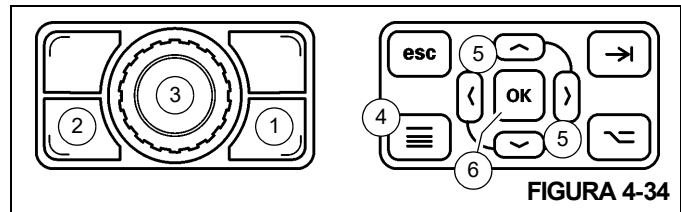

FIGURA 4-34
- Pressione o Botão de alternância de tela (1, Figura 4-34) no Botão rotativo para selecionar o controle de tela do ODM.
- Pressione o Botão Menu (4, Figura 4-34) na Placa de controle de navegação do ODM para ir para a Tela de menu.